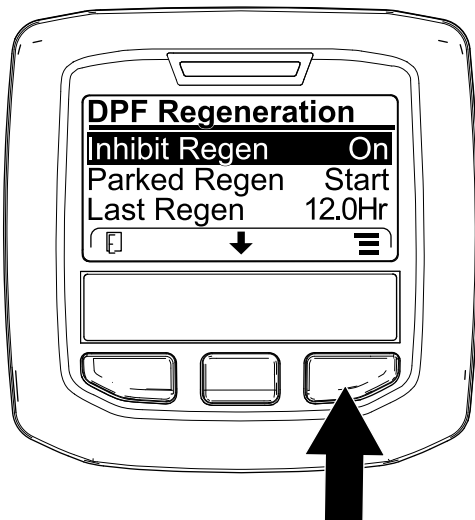
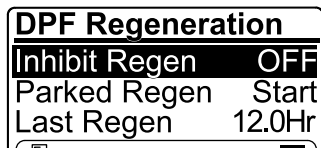

Figure 47
Figure 48
1. Ouvrez le menu DPF Regeneration (régénération du FAP), appuyez sur le bouton central pour naviguer jusqu'à l'option INHIBIT REGEN (interdiction de régénération), et appuyez sur le bouton droit pour la sélectionner (Figure 47).
2. Appuyez sur le bouton droit pour changer l'option d'interdiction de régénération de On (activée) à Off (désactivée) (Figure 47) ou inversement (Figure 48).